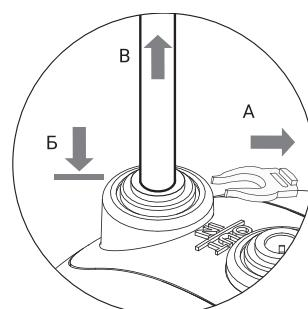

рис. 4
- Удалите стопорную клипсу (A). Удерживая прижатым к основанию фитинга цанговое кольцо (Б), аккуратно извлеките пластиковую трубку (В) (рис. 4).